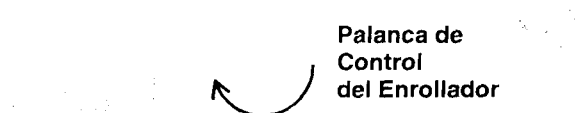

Figura 8. Modo de eliminación del césped viejo
2. Tire hacia atrás la palanca de control del enrollador, y empuje el control del embrague hacia adelante para enganchar los embragues del enrollador y de la propulsión (vea la figura 8). Ajuste la válvula de regulación a la velocidad de caminata deseada por el operador.